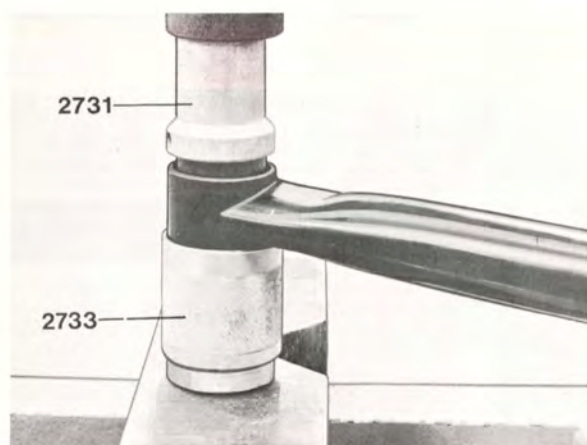

Bild 7-22.
4. Pressa i den nya bussningen med samma verktyg, men med dornen vänd (bild 7-22).